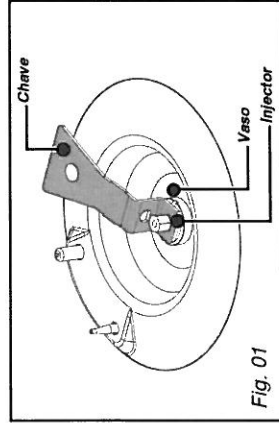

Fig. 01
- Com a chave fornecida, desaperte os injectores situados no fundo de cada vaso e depois retire-os (Fig. 01).